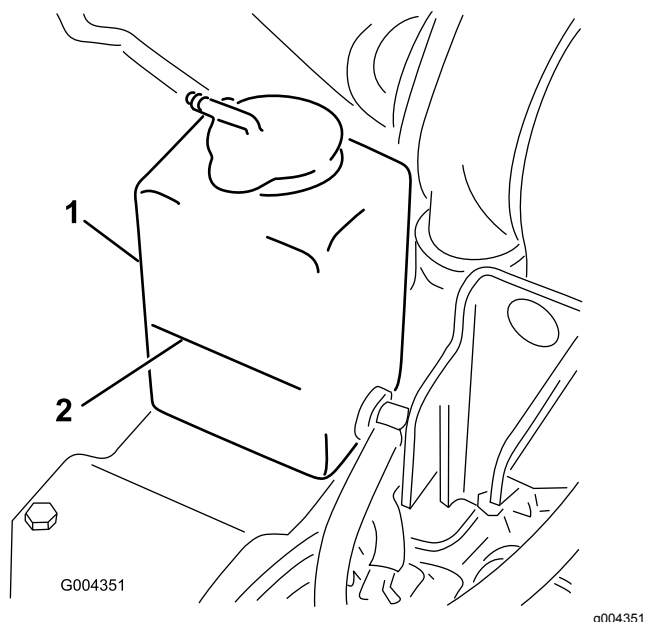

Figure 50
3. Vérifiez le niveau de liquide de refroidissement dans le vase d'expansion (Figure 50).
I. Ajoutez du liquide de refroidissement dans le vase d'expansion jusqu'à ce qu'il atteigne le repère du plein sur le côté du vase (Figure 50).